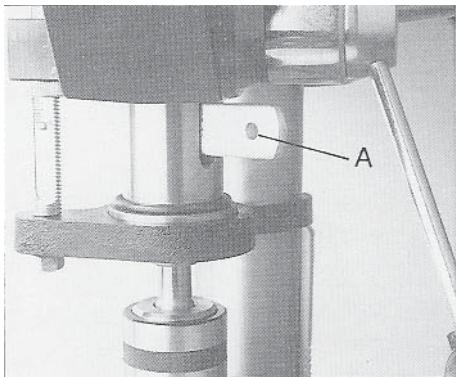

Рис. 2
- Вставьте в шлиц выталкивающий клин (A, Рис. 2) и слегка ударьте по нему молотком.